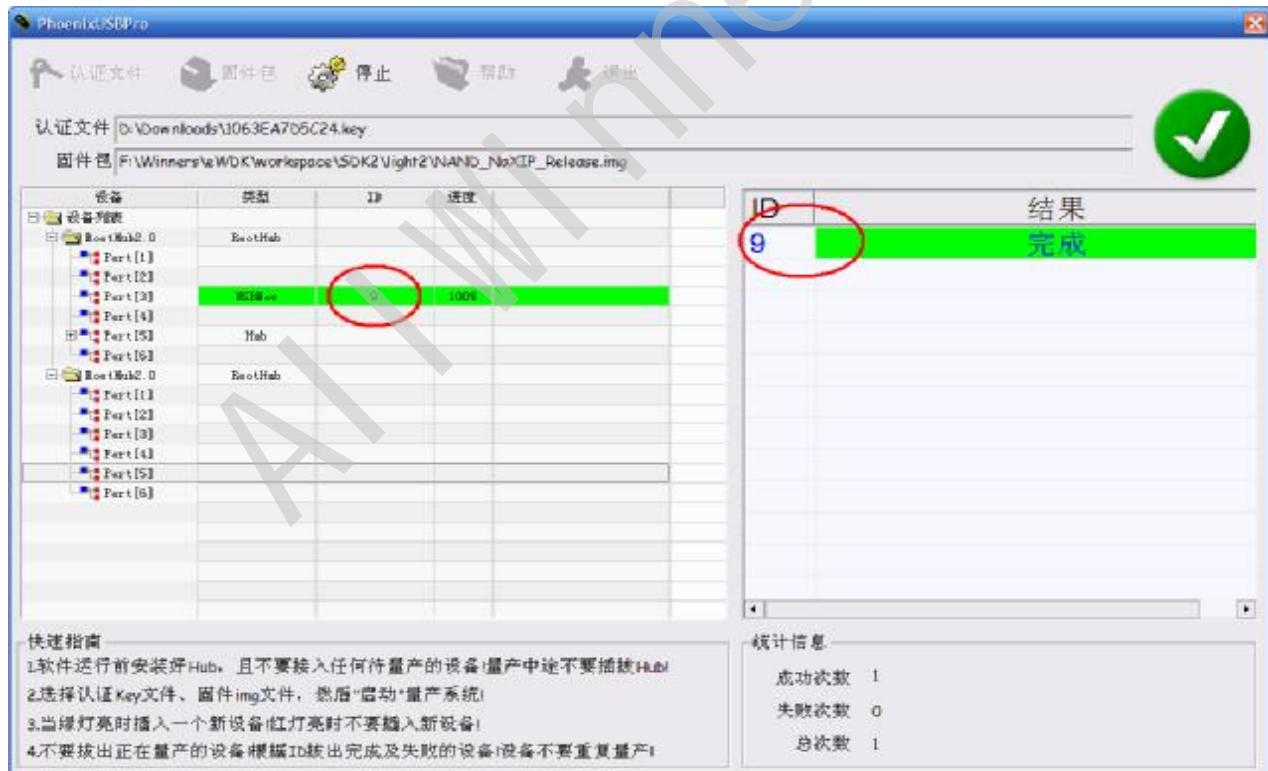

图 3.4
D. 量产完成后，出现下图（图 3.4）提示。此时可以拔出标签的 ID 号为 9 的设备。